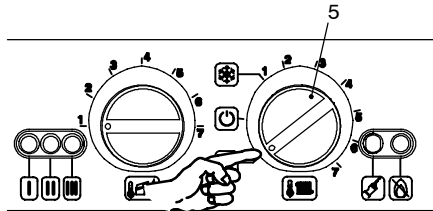

fig. 8.9
- Posizionare il selettore 5 come indicato in fig. 8.9 per uscire dalla programmazione.